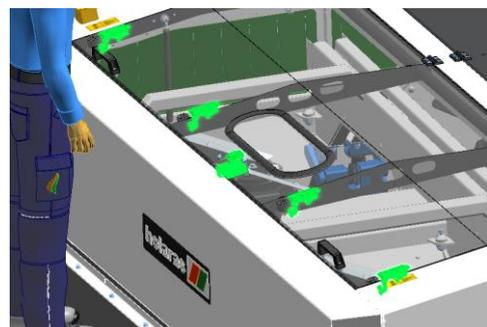

Abb. 3. Schloss und Druckverschlüsse
4. Schlösser so anbringen, dass sich der Schlüssel leicht drehen lässt. Die Druckverschlüsse so einstellen, dass sie sich mit geringem Kraftaufwand schließen lassen (Abb. 3).